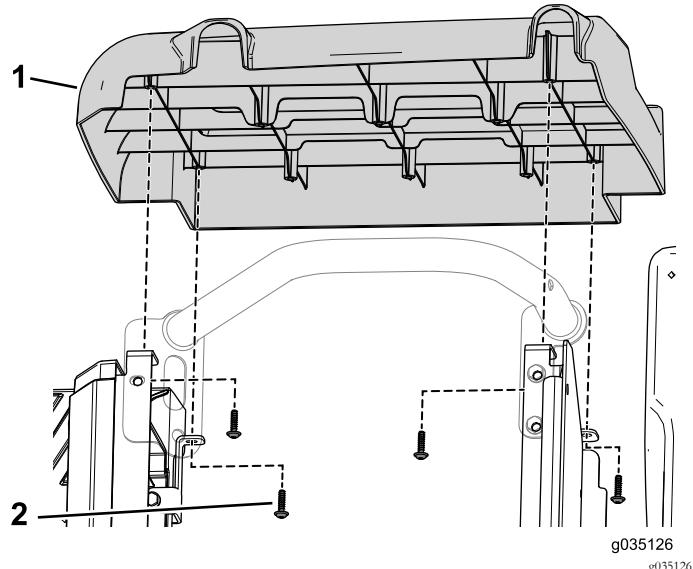

Figura 89
- Utilize os quatro parafusos autorroscantes para prender a cobertura do lado direito ao conjunto do banco (Figura 89).